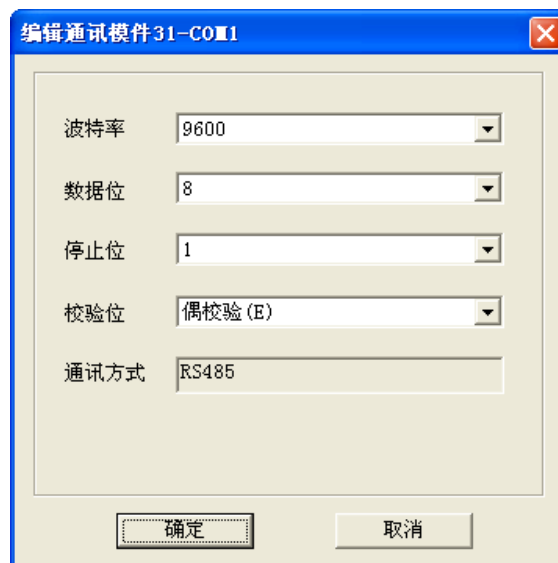

图 4-27 编辑 COM 口参数
2. 在“配置串口”窗口中，可以对串口的参数波特率、数据位、停止位和校验位进行修改，使之与现场设备相一致，选中需要修改的串口，通过双击或鼠标右键菜单，打开如图 4-27 所示的对话框，通过下拉菜单对 COM 串口的参数进行设置，然后点击“确定”按钮，参数设置成功。